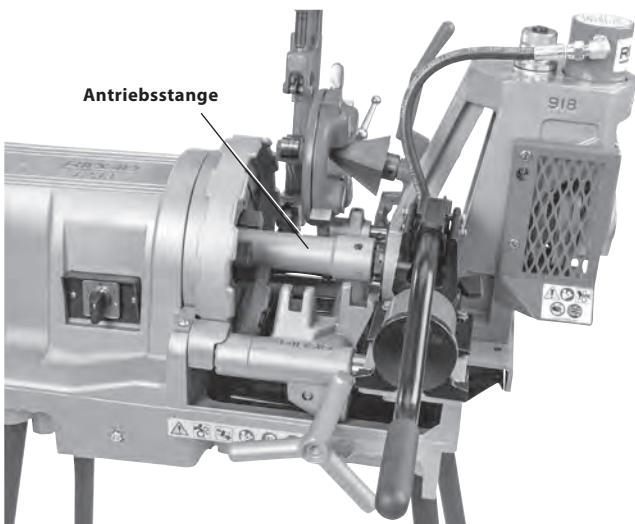

Abbildung 8C - Installation der Antriebsstange
6. Wenn das 918 am Ende der Gewindeschneidmaschine positioniert ist, ziehen Sie das vordere Spannfutter der Maschine an der Antriebsstange fest. Siehe Abbildung 8C.